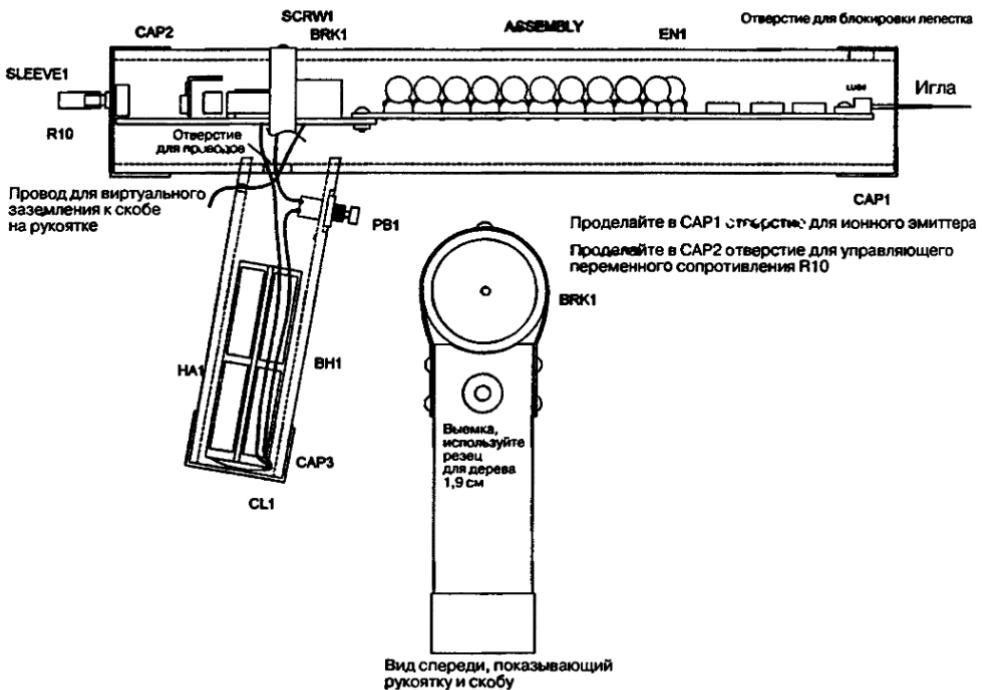

Рис. 22.9. Внутренне строение устройства в рентгеновских лучах
1. Изготовьте основной корпус EN1 из PVC трубы 6,03 см, как показано на рис. 22.9. Обратите внимание на два отверстия 1,27 см для установочного